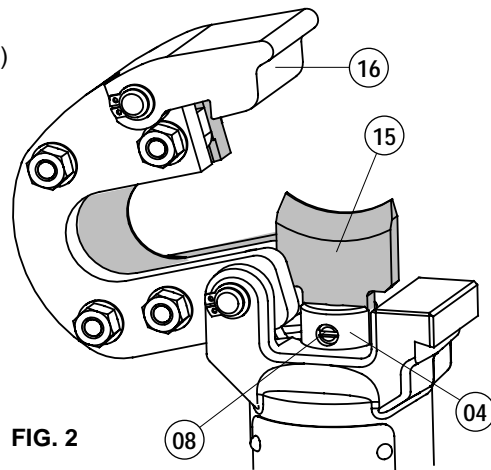

FIG. 2
4. MESSERWECHSEL (Siehe Bild 2 und 3)